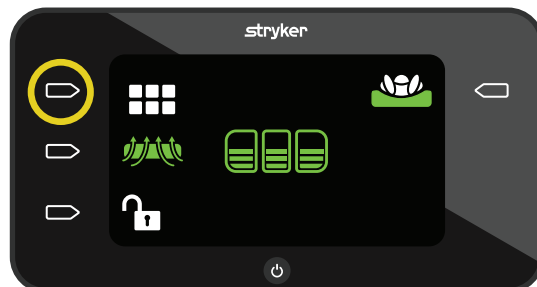

Abbildung 27 – Modus
1. Auf dem Startbildschirm die **Aktionsschaltfläche** neben dem Symbol **Modus** drücken (Abbildung 27).